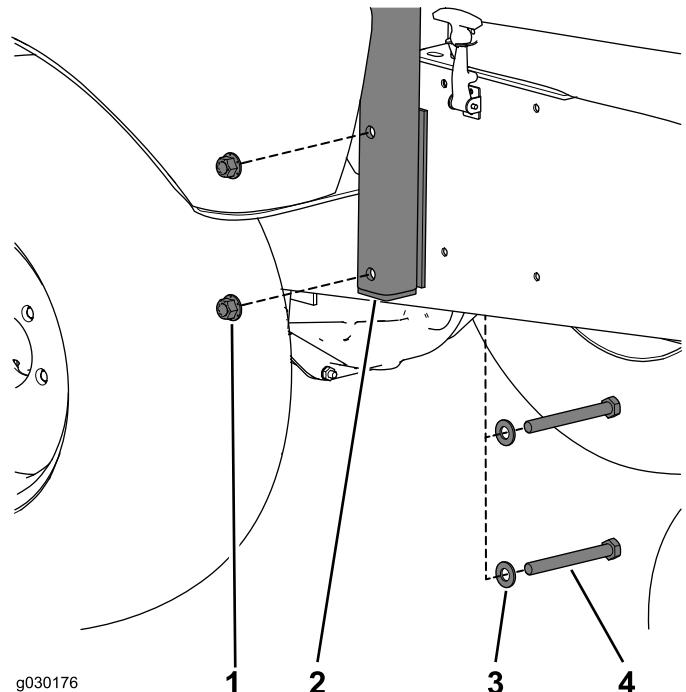

Figura 2
8. Retire el sistema de protección antivuelco (ROPS) de la máquina (Figura 2).